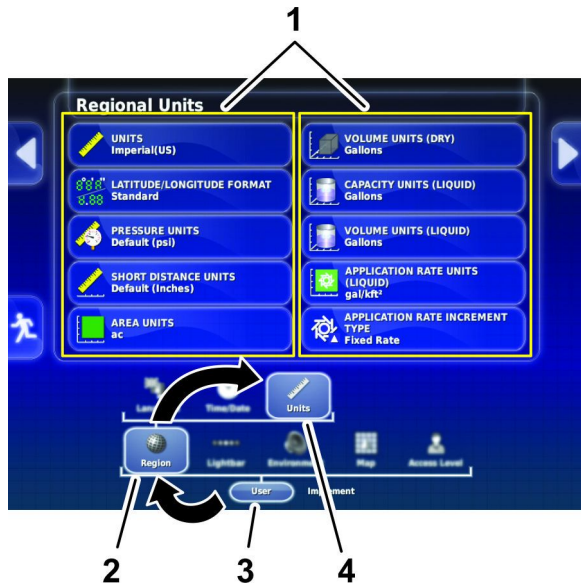

Figura 20
2. Premete l'icona UTENTE (Figura 20).
3. Premete l'icona REGIONE (Figura 20).
4. Premete l'icona UNITÀ (Figura 20).